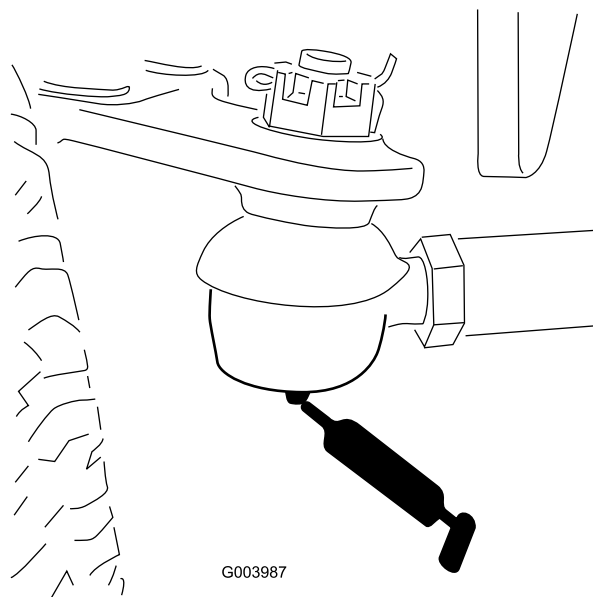

Figura 54
- Tirante del eje trasero (2) (Figura 54)